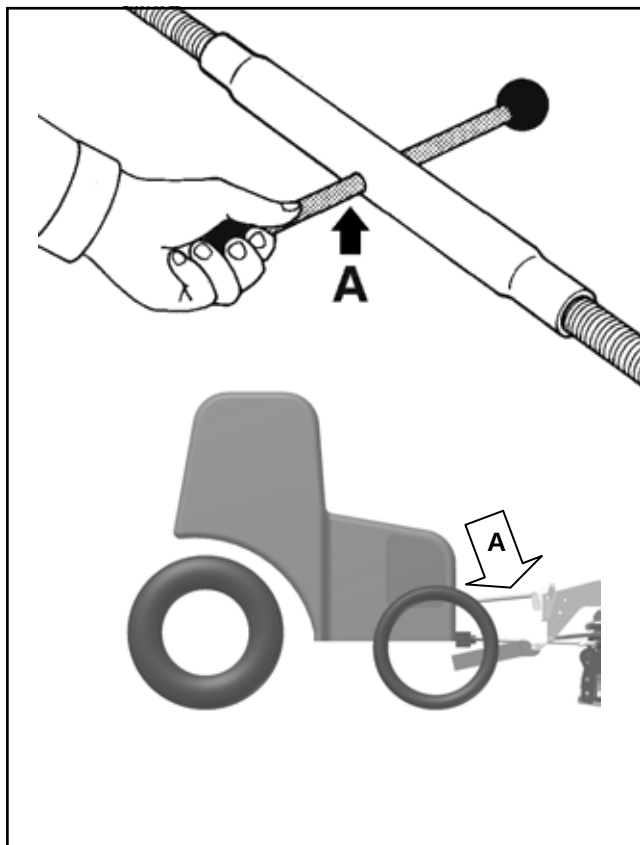

Fig.12
Si ottiene agendo sul braccio 3° punto **A** (fig.12) che modifica l'inclinazione della barra falciante. In presenza di terreni accidentati e sassosi, è conveniente lavorare con altezza di taglio adeguata (dischi paralleli al terreno) per evitare danneggiamenti ai dischi e ai coltelli. Per terreni normali, senza la presenza di sassi, regolare l'altezza di taglio tra i 25 e i 50 mm da terra.
By using the 3rd arm, point **A** is achieved (fig.12), which changes the inclination of the mowing bar. If the ground is uneven or pebbly, it is suitable to work with adequate cutting height (disks parallel to the ground) to avoid any damage to the disks and knives. On normal ground, without any stones, regulate the cutting height between 25 and 50 mm from the ground.
On obtient en agissant sur le bras 3° point **A** (fig.12) qui modifie l'inclinaison de la barre faucheuse. En présence de terrain accidenté et caillouteux, il vaut mieux travailler avec une hauteur de coupe adéquate (disque parallèle au terrain) pour éviter des dégâts aux disques et aux couteaux. Sur terrains normaux sans cailloux, régler la hauteur de coupe entre 25 et 50 mm du sol.
Se obtiene con el brazo 3° punto **A** (fig.12) que modifica la inclinación de la barra de siega. Si los terrenos son accidentados y pedregosos, es conveniente trabajar con altura de corte adecuada (discos paralelos al terreno) para evitar daños a los discos y a las cuchillas. Para terrenos normales, sin la presencia de piedras, regular la altura de corte entre 25 y 50 mm medidos desde el suelo.
Dazu am 3. Punkt **A** (Abb.12) des Armes die Neigung des Mähbalkens verstellen. Auf unebenem oder steinigem Boden sollte stets bei angemessener Schneidhöhe gearbeitet werden (Scheiben stehen parallel zum Boden), um Beschädigungen der Scheiben und Messer zu vermeiden. Bei normalem d.h. steinlosem Boden ist die Schneidhöhe auf einen Wert zwischen 25 und 50 mm vom Boden einzustellen.
- To access the bar, disks and knives or to check the rollers, you need to lift up the upper protection **B** (fig.12/a page 21) inserting a screwdriver into **C** and hooking the safety rod **D**.
- Pour accéder à la barre, aux disques et aux couteaux ou pour vérifier les rouleaux, il faut soulever la protection supérieure **B** (fig.12/a page 21) en introduisant un tournevis dans le **C** et en accrochant la tige de sécurité **D**.
- Para poder acceder a la barra, a los discos y a las cuchillas y también para controlar los rodillos hay que levantar la protección superior **B** (fig.12/a pág.21) utilizando un destornillador en **C** y colocando la varilla de seguridad **D** en el enganche.
- Für den Zugriff auf den Mähbalken, die Schieben und die Messer bzw. zur Prüfung der Rollen ist die obere Schutzabdeckung **B** (Abb.12/a Seite 21) anzuheben. Dazu einen Schraubenzieher in **C** stecken und die Sicherheitsstange **D** einhaken.